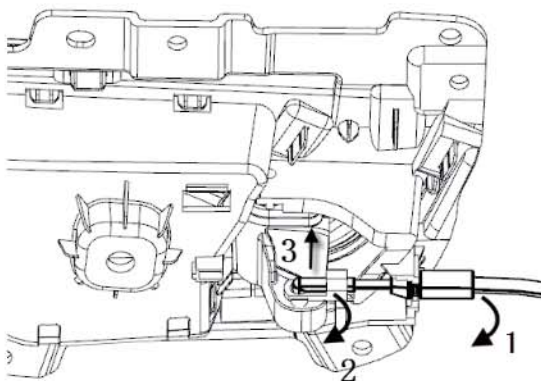

图8-1-4内开拉锁拆卸示意图
(4) 如图图8-1-4，先将箭头1所指圆圈处向外用力将卡在门板上的拉索护套分离，然后将箭头2处拉锁轴套沿箭头2旋转与挂钩分离，最后将挂钩沿箭头3所指处向上提起即可将拉锁整体与门护板分离。